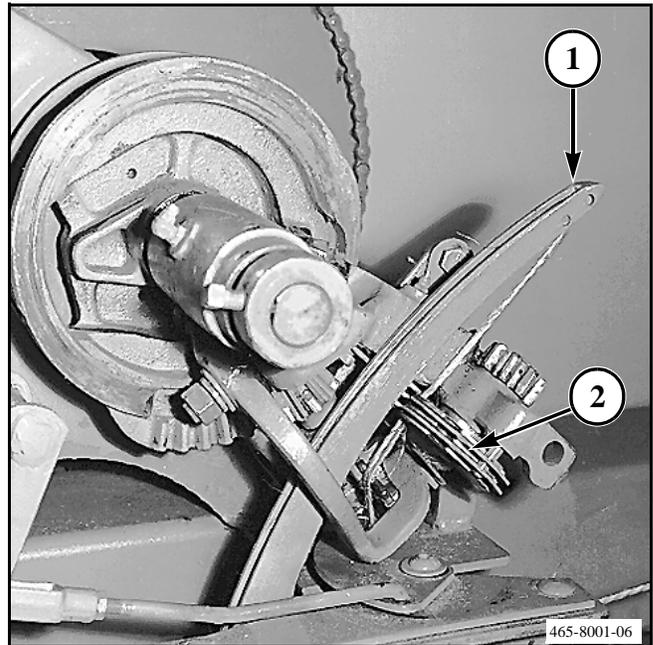

FIG. 63
FIG. 63: Las agujas (1) enhebran la cuerda alrededor del fardo y posicionan la cuerda en el disco de cuerda (2) de la anudadora para que pueda amarrarse un nudo.